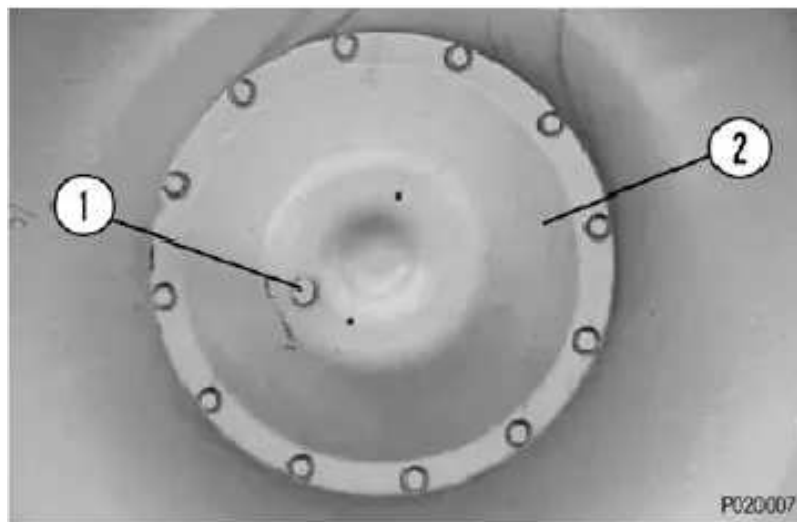

FIGURA 2-6
9. TAPON MAGNETICO – Retire los tapones magnéticos de las cubiertas del cubo de la rueda delantera e inspeccione por si hay desperdicios. Limpie los tapones y repare según sea necesario. Consulte la Figura 2-6.